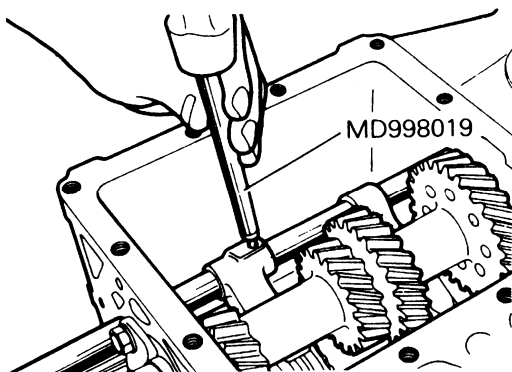

图 3-42 拆卸换挡叉的弹簧销
(5) 拆卸第 3/第 4 档和第 1/第 2 档换挡叉的弹簧销时，如图 3-42 所示，用专用工具敲出第 3/第 4 档和第 1/第 2 档换挡叉的弹簧销。